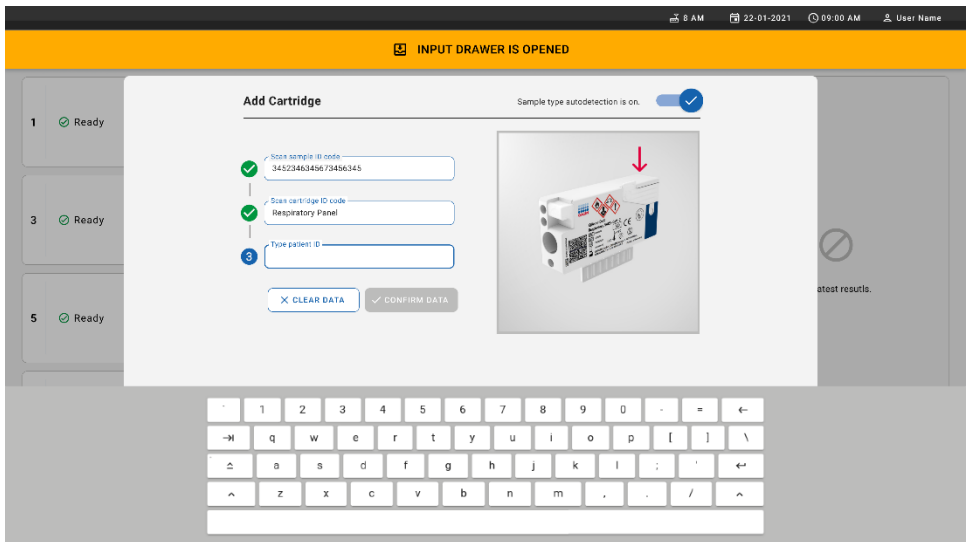

Figura 24. Schermata scansione ID della QIAstat-Dx Respiratory SARS-CoV-2 Panel Cartridge.
8. Dopo aver inserito il codice a barre dell'ID del campione, scansionate il codice-a barre della QIAstat-Dx Respiratory SARS-CoV-2 Panel Cartridge da utilizzare (posizione indicata dalla freccia). Il QIAstat-Dx Rise riconosce automaticamente l'esame da eseguire, in base al codice a barre della QIAstat-Dx Respiratory SARS-CoV-2 Panel Cartridge (Figura 24).